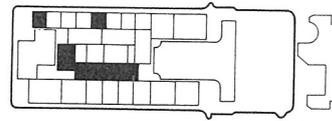

fig. 4
Fremgangsmåde (se fig. 4).
- Spole L1 i BP531 justeres til bedste signalstøj forhold. (se fig 4).